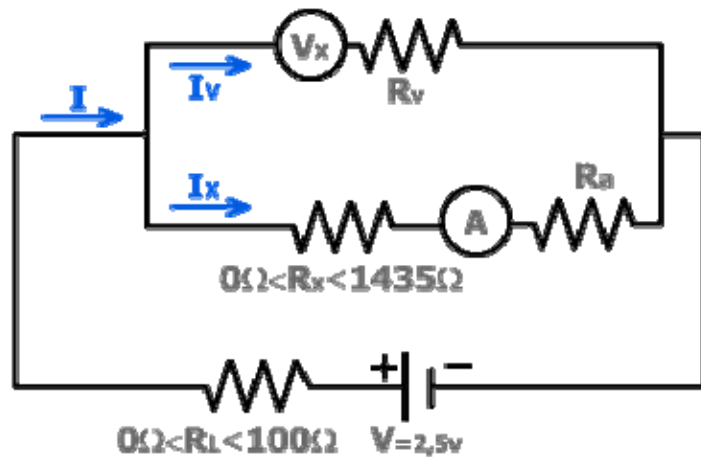

Figura 8.4
- a. Monte el circuito de la Figura 8.4; en éste, V es una fuente de voltaje variable, de la cual podemos tomar 2,5 voltios de corriente continua, R_l es una resistencia limitadora cuyo valor satisface la siguiente desigualdad.